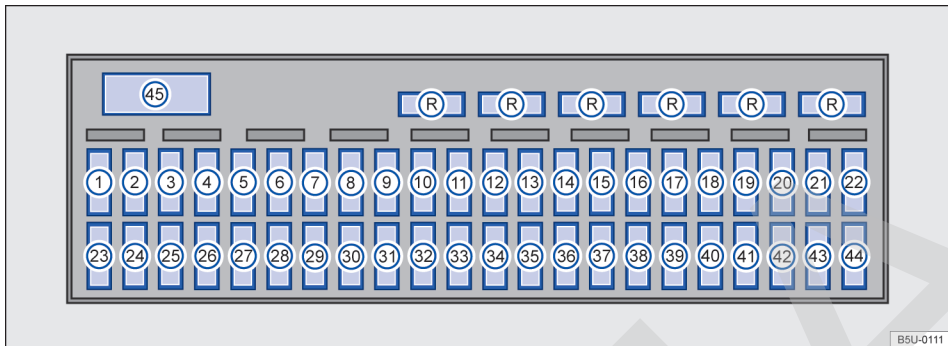

Fig. 177 Caja de fusibles.
Volkswagen recomienda mantener siempre en el vehículo algunos fusibles de reserva, los cuales pueden colocarse en la parte superior de la caja de fusibles ⇒ fig. 177 (R) (como, por ejemplo, fusibles de 5 A, 10 A, 15 A, 20 A, 25 A y 30 A para vehículos sin aire acondicionado o 40 A para vehículos con aire acondicionado).